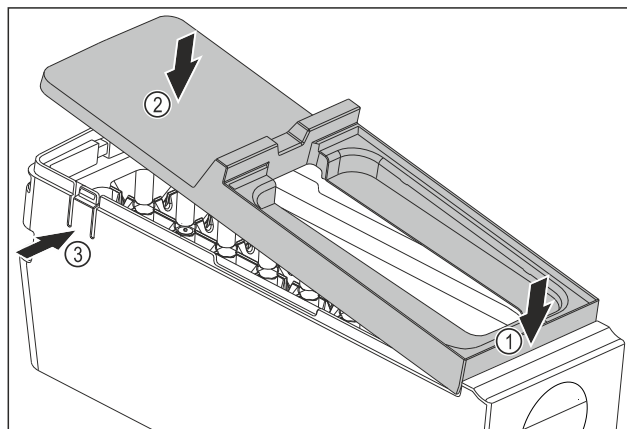

Fig. 80
- Abdeckung des EasyTwist-Ice-Korpus montieren: Abdeckung vorne ansetzen. Fig. 80 (1)
- Abdeckung hinten absenken. Fig. 80 (2)
- Abdeckung rastet hörbar in beiden Laschen Fig. 80 (3) ein.